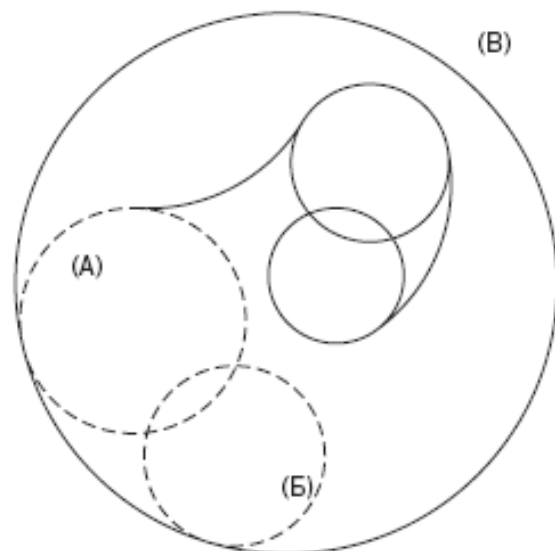

Рис. 4.8. Побудова другої дуги із радіусом 6.00
Запустіть команду «Коло», задайте параметр **ККР** і побудуйте ще одне коло **радіусом 6.00**, дотичну до двох кіл, показану на рис. 4.8 штриховими лініями. Запустіть команду TRIM і видаліть частину кола **В**.
**(Виділіть два кола, показані на рис. 4.8 штриховими лініями)**